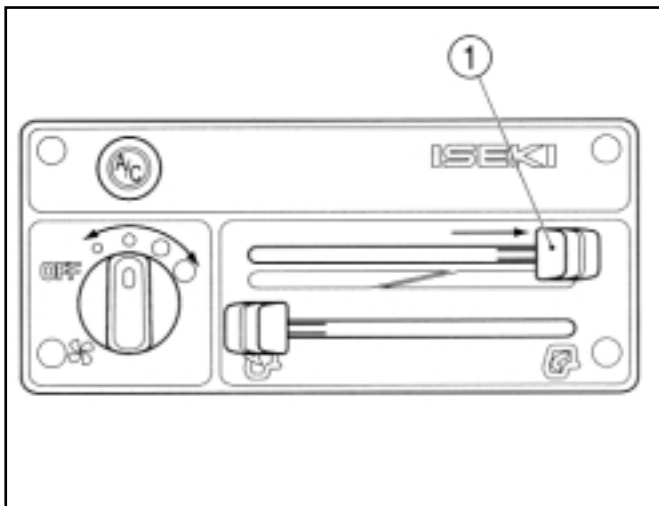

FIG. 108a / ABB. 108a / FIG. 108a
6. Laissez tourner le moteur pendant 5 minutes pour laisser échapper l'air. Sur la version à cabine, réglez le curseur de régulation de la température du panneau de commande du système de conditionnement d'air (1) sur la position à l'extrême droite (Fig. 108a). La version à cabine requiert 0,4 litre de liquide de refroidissement supplémentaire pour le système de chauffage. Contrôlez ensuite le niveau et ajoutez du liquide si nécessaire.
6. Den Motor ca. fünf Minuten laufen lassen, um das Kühlsystem zu entlüften. Bei der Kabinenversion den Temperaturregler (1) bis zum Anschlag nach rechts (Abb. 108a) schieben. Die Kabinenversion erfordert 0,4 l mehr Kühlmittel. Dann den Kühlmittelstand erneut prüfen und ggf. korrigieren. Die Schläuche, den Kühler und die Pumpe auf Dichtigkeit prüfen.
6. Laat de motor ongeveer vijf minuten draaien om het systeem te ontluften. Op de versie met cabine schuift u de hendel voor de temperatuurregeling op het bedieningspaneel van de airconditioning (1) helemaal naar rechts (Fig. 108a). De versie met cabine vergt extra 0,4 liter koelvloeistof voor de verwarmers. Controleer het peil van de koelvloeistof opnieuw en voeg indien nodig koelvloeistof bij.